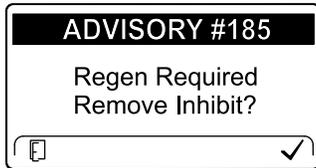

Bild 38
**Hinweis:** Wenn Sie im InfoCenter das Verhindern der Zurücksetzen-Regenerierung eingestellt haben, wird ADVISORY#185 (Bild 38) alle 15 Minuten im